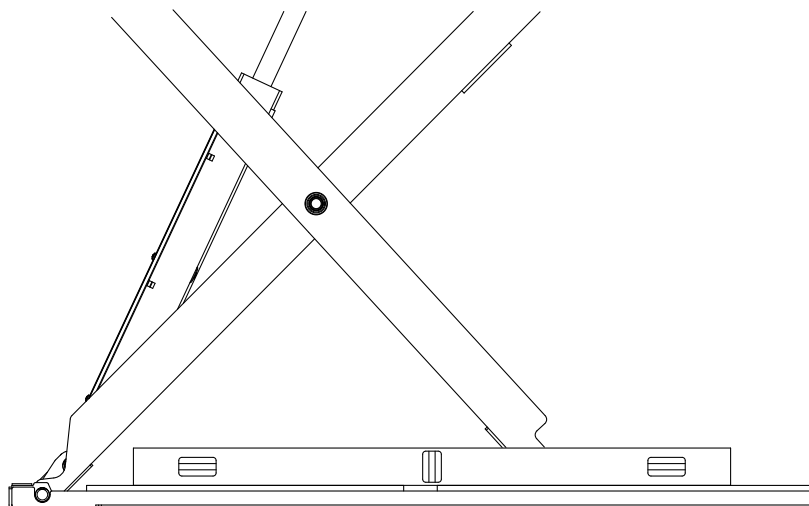

Fig. 8b
4. Vérifiez que les deux bases de plateformes soient au niveau de l'avant à l'arrière, Fig. 8b.